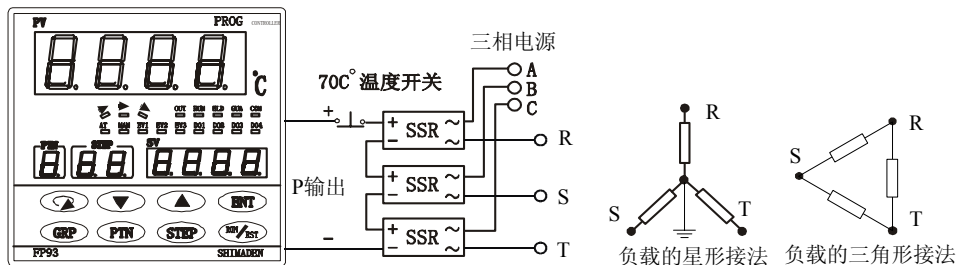

图 16.1 FP93 直接驱动三相固态继电器接线示意图
16.2. 实例一：FP93 和 SR83 组成三温区控制的 DCS 系统 (见图 16.1)